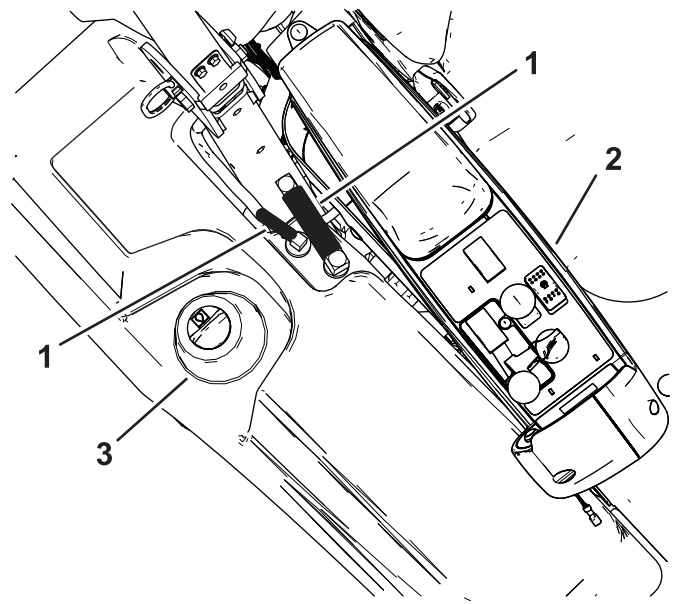

Figure 9
5. Installez les flexibles d'évent comme montré à la Figure 9.